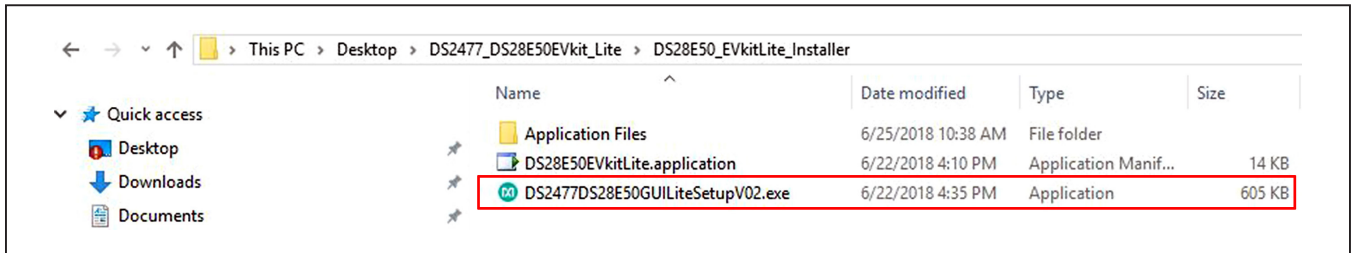

Figure 5. DS28E50/DS2477 EV Kit Installer File
- 5) Go back to the **DS28E50EVkit Lite** folder and open the **DS28E50_EVkitLite_Installer** folder and run **DS2477DS28E50GUI LiteSetupV02.exe** (Figure 5).